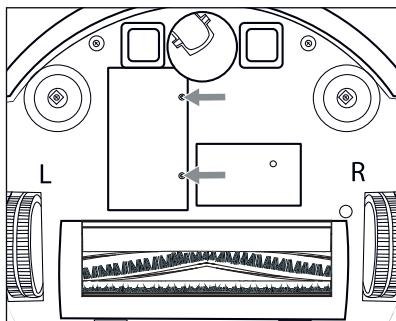

Abb. 16
① ACHTUNG!
② Hinweis
- 1) Lösen Sie die beiden Schrauben der Akkufachabdeckung 26 (siehe Abb. 16) an der Geräteunterseite mit einem Kreuzschlitzschraubendreher und entfernen Sie diese vom Gerät. Nehmen Sie die Akkufachabdeckung 26 vom Gerät ab.